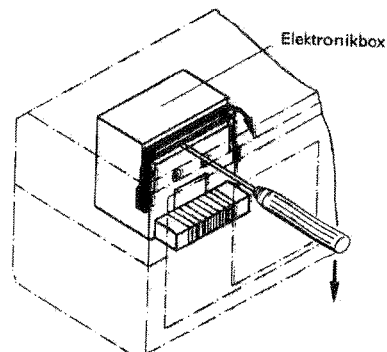

Abb. 3.4
4. Griff der Elektronikbox nach vorn kippen (Abb. 3.4).